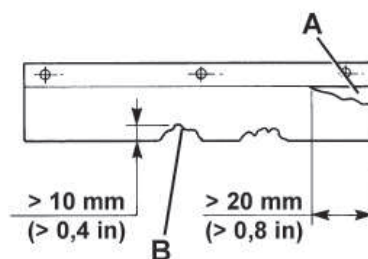

Figure 20
- Remplacer les volets en présence de coupures (A, Fig. 20) supérieures à 20 mm ou de rupture / déchirures (B) supérieures à 10 mm (pour le remplacement des volets, se référer au manuel d'entretien).